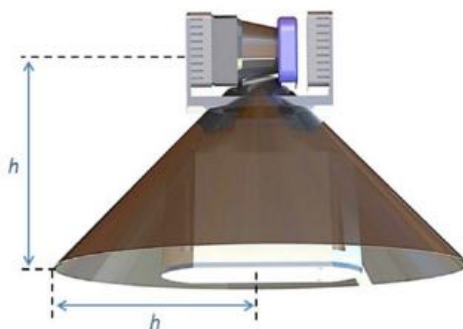

Figura 4.10: Zona ciega del sensor láser 3D UNOmotion
- El sensor 2D tiene una zona ciega de  $90^\circ$  que se sitúa debajo para evitar interferencias con la base del sensor UNOmotion. La zona ciega del telémetro láser 3D es un cono en el que el radio de la base es igual a la altura del centro óptico del láser (ver Figura 4.10).